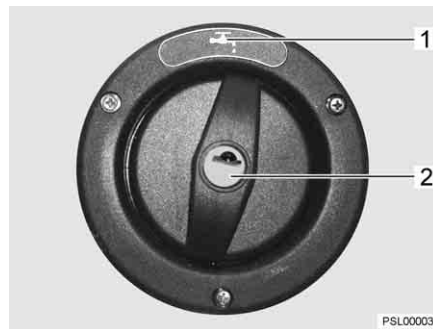

Fig. 231 Tapa de cierre para el tubo de llenado de agua potable
El tubo de llenado de agua potable está identificado con el símbolo "☞" (Fig. 231,1). La tapa de cierre se abre o cierra con la llave para las cerraduras de trampilla exteriores.
- Introducir la llave en el cilindro de cierre (Fig. 231,2) y girarla un cuarto de vuelta en sentido contrario a las agujas del reloj.